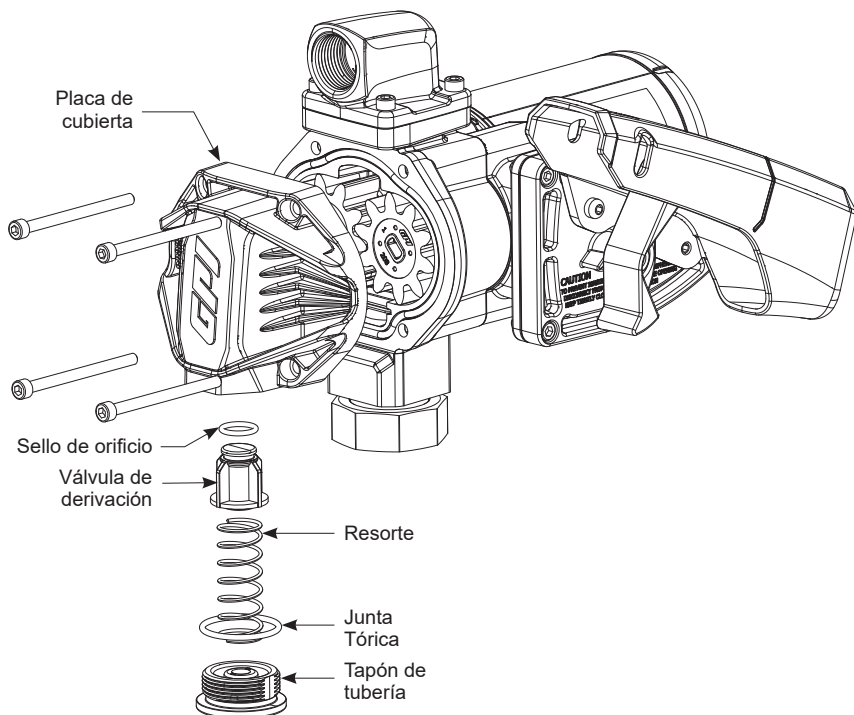

Figura 3
3. Con una llave hexagonal de 10 mm, retire el tapón del tubo de la placa de cubierta y retire el resorte del asiento de derivación, la junta tórica, el asiento de derivación y el sello del orificio (vea Figura 3).